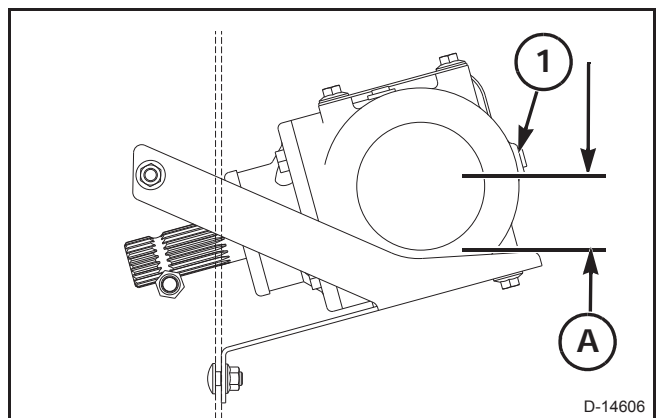

FIG. 17
FIG. 17: Verifique el nivel de aceite con la plataforma en reposo en el suelo. El nivel de aceite de las transmisiones de accionamiento del cortador de los lados izquierdo y derecho debe tener de 53 a 57 mm (2,11 a 2,25 pulg.) (A) debajo del tapón de llenado (1).